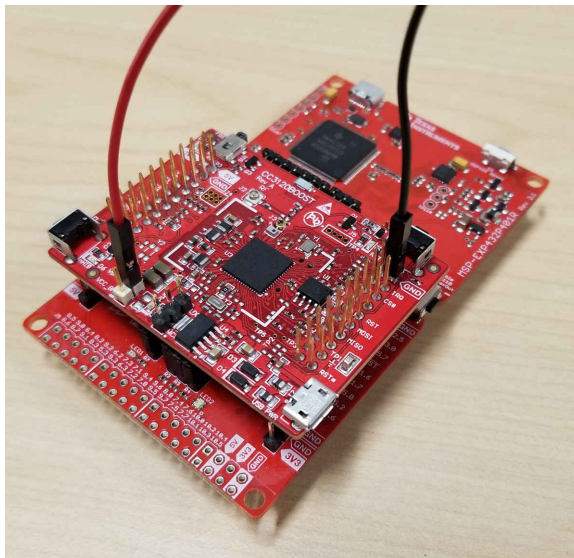
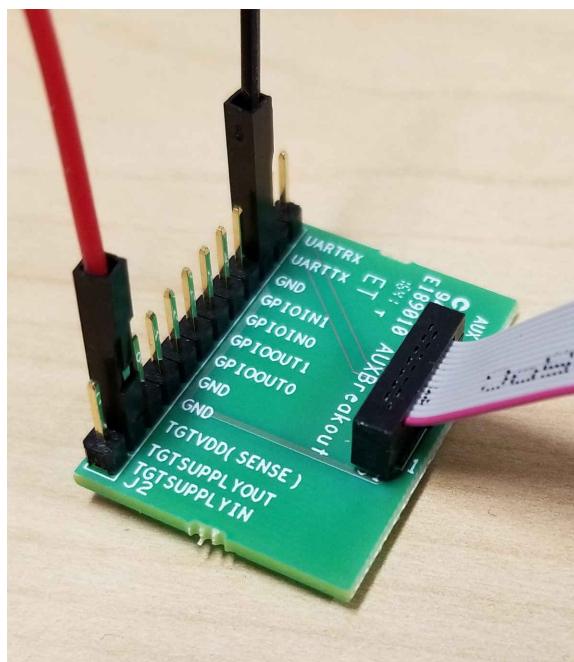

图 2-17. XDS110 ETHDR 连接到 CC3135 器件
图 2-18. 分线板连接
- b. 将 BoosterPack™ 上 VBAT\_CC 和 P2.1 的跳线分别连接到分线板上的 TGT SUPPLY OUT 和 GND，如 图 2-17 和 图 2-18 所示。